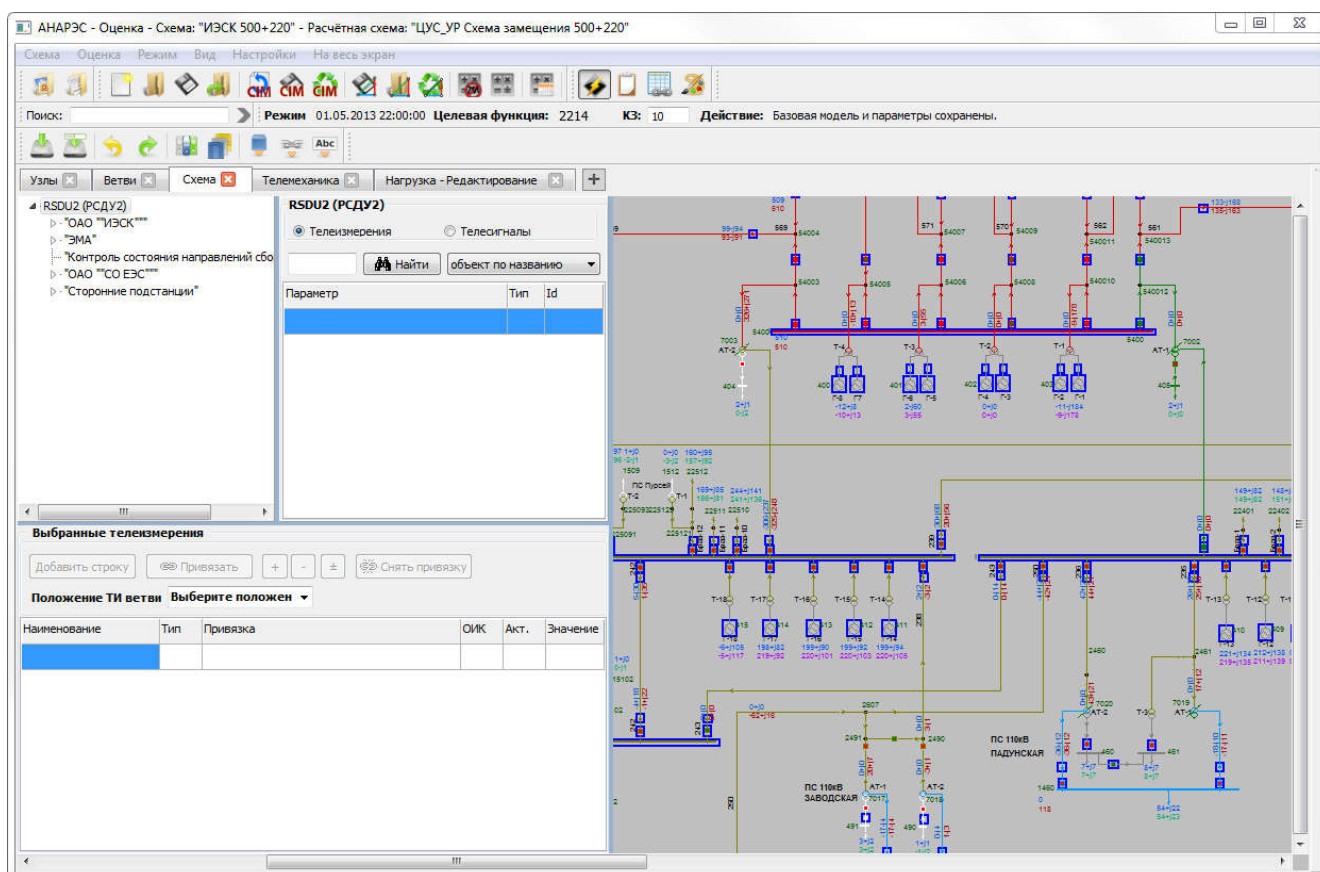

Рис. 6.5.1 Окно привязки ТИ и ТС
1. Зайти в режим привязки ТИ и ТС (кнопка  на панели инструментов) (рис. 6.5.1);